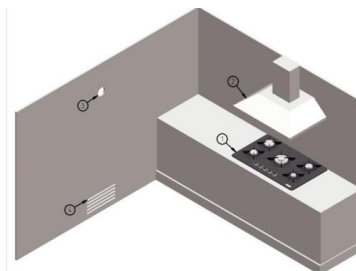

Abbildung 6.
- Falls keine Dunstabzugshaube verwendet wird, sollte ein elektrischer Ventilator mit einer garantierten Kapazität zur Ableitung des 3- bis 5-fachen der Küchenluft (pro Stunde) an der Wand oder am Fenster des Gebäudes installiert sein (Abbildung 6).